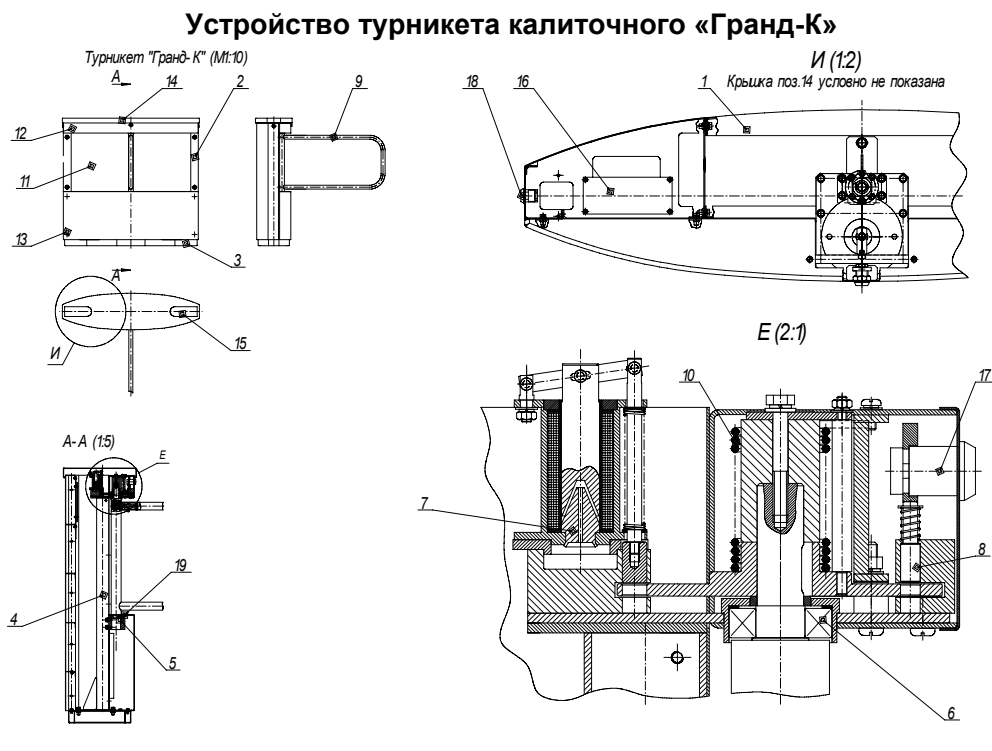

Рис.1
5.1 Турникет калиточный (см. рис.1) представляет собой сборный металлический корпус, состоящий из одной центральной 1, двух боковых 2 секций, соединенных между собой и закрепленных на общем основании 3. Между боковыми секциями установлена вертикальная стойка 4, на которой размещены опорные подшипниковые узлы 5 и 6, электромагнит 7 и механизм фиксации 8 поворотной створки 9. Поворот створки в открытом состоянии осуществляется вручную. Возврат в исходное положение происходит самостоятельно под действием возвратной пружины 10.